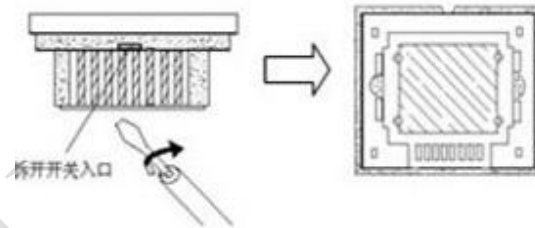

图1
- 1) 如图1所示, 使用“一”字螺丝刀在开关侧面的缺口处轻轻一撬, 即可打开面板。